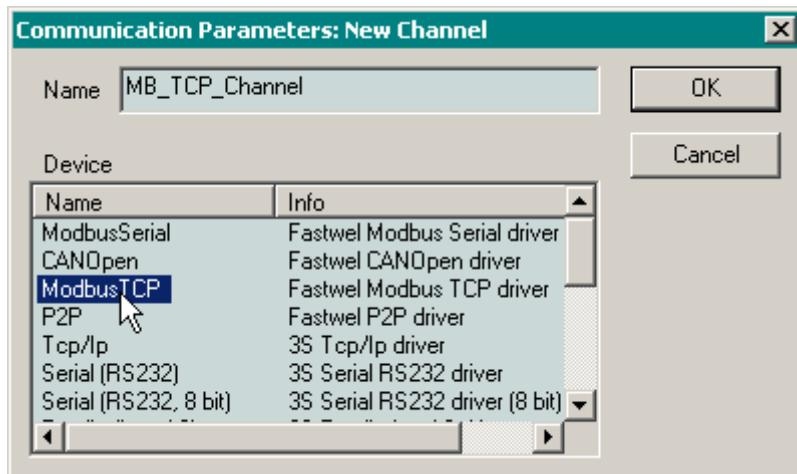

Рис. 20. Создание логического информационного канала
1.8.7. Нажать кнопку **New** и в появившейся диалоговой панели ввести имя создаваемого канала (или оставить имя по умолчанию 'localhost'), а в списке **Device** выбрать строку «**ModbusTCP Fastwel Modbus TCP driver**», как показано на рис. 20.